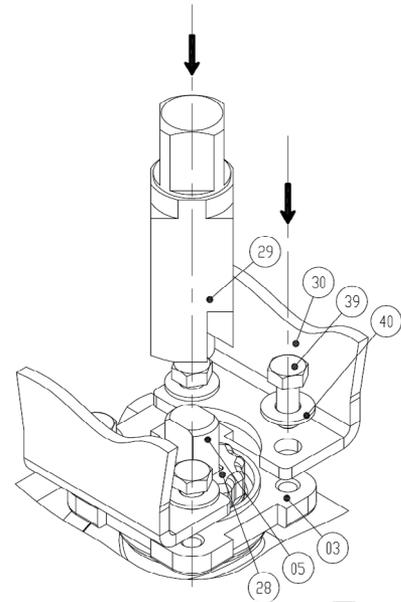
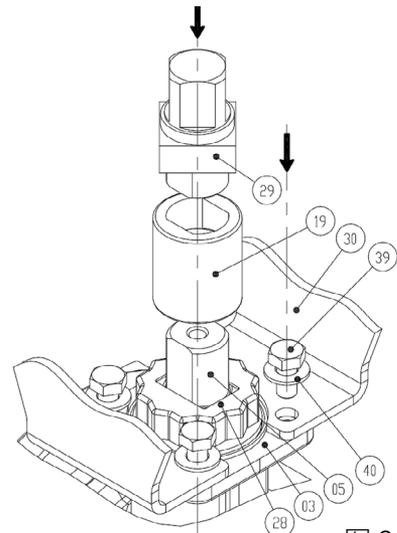

图 1
图 2
## 阀门与执行器套件装配示意图 (图1和图2)
1. 将执行器支架 (30) 装到球阀 ISO 法兰平台 (03) 上。
2. 检查防滑盖 (28) 是否安装;
3. 安装4只垫圈 (40) 和 4 只螺栓 (39), 并将其拧紧;
4. DN 10 至 DN 50 的阀体: 将连接杆 (29) 安装到阀杆上 (05) (图1);
5. DN 65 至 DN 200 的阀体: 将套筒 (19) 安装到阀杆 (05) 上, 再将连接杆 (29) 安装到套筒 (19) 上 (图2)。